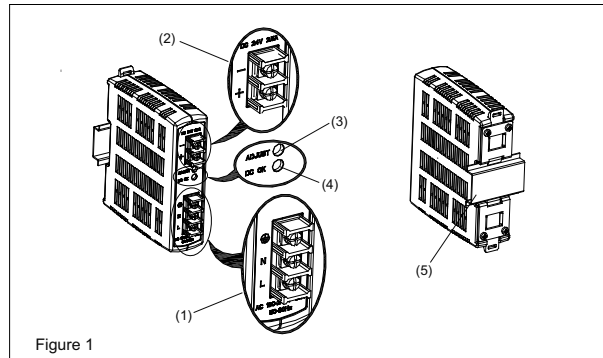
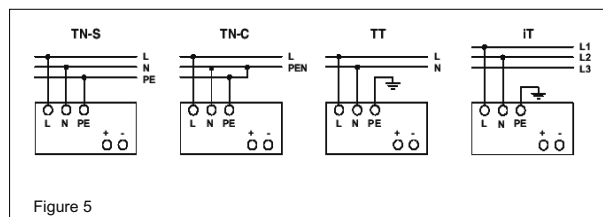

Figure 1
Figure 5
2. Gerätebeschreibung (Abb. 1)
5.1. Anschluss der Eingangsklemmen (Abb. 1, Abb. 5)
5.2. Anschluss der Ausgangsklemmen (Abb. 1 (2))